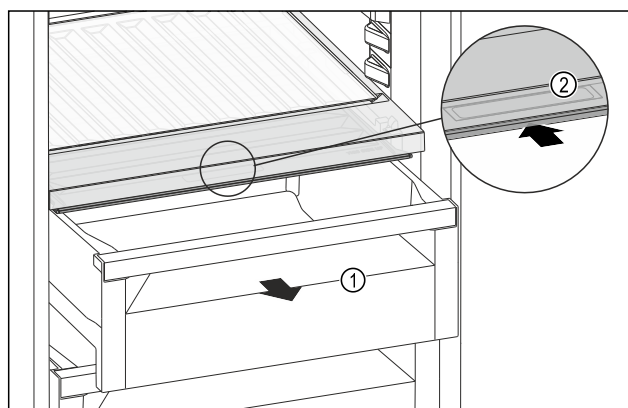

Fig. 239
- Tërhiqni jashtë sirtarin Fig. 239 (1).